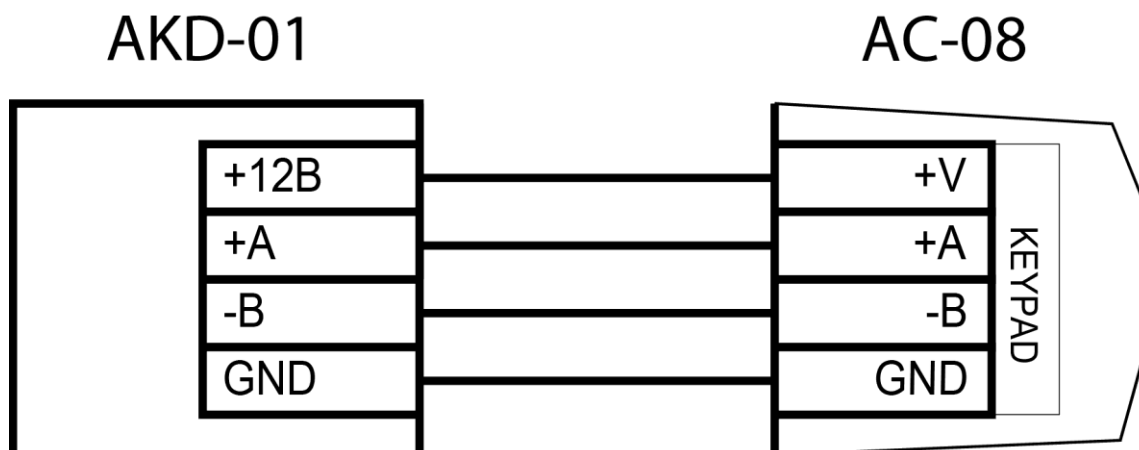

Рисунок 3. Схема подключение клавиатуры к охранному контроллеру
3. Схема подключения клавиатуры к охранному контроллеру показана на рисунке Рисунок 3.